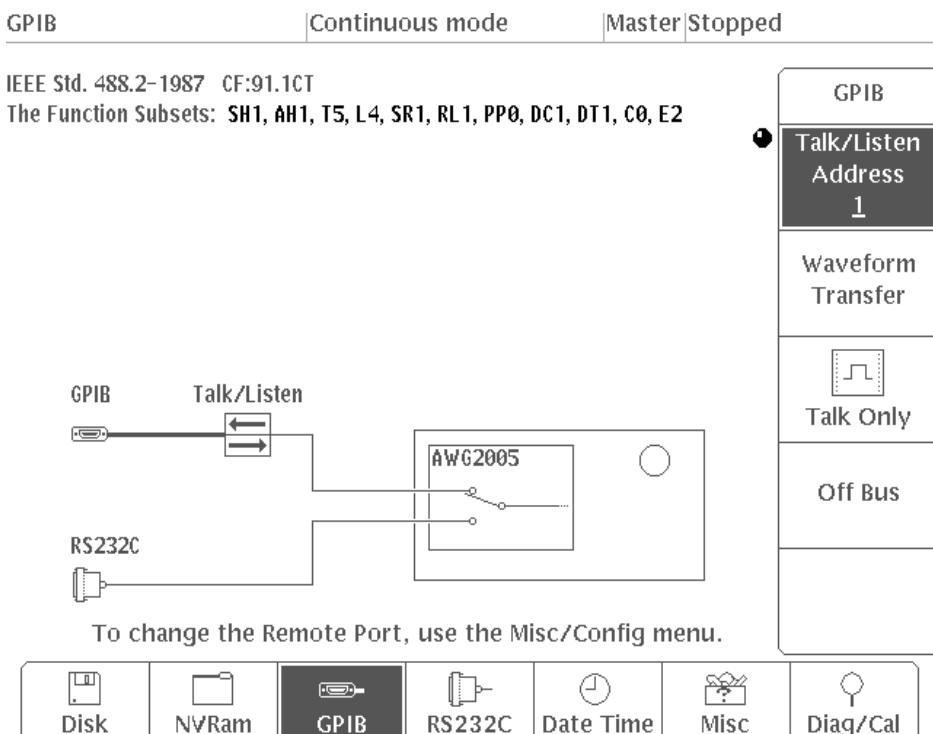

図 1-4 : GPIBパラメタ設定メニュー (AWG2005型の場合)
- 手順 1 :** フロント・パネルの MENU 欄にある UTILITY キーを押します。これにより UTILITY ボトム・メニューが、管面下部、ボトム・キーのすぐ上に表示されます(図 1-4 参照)。